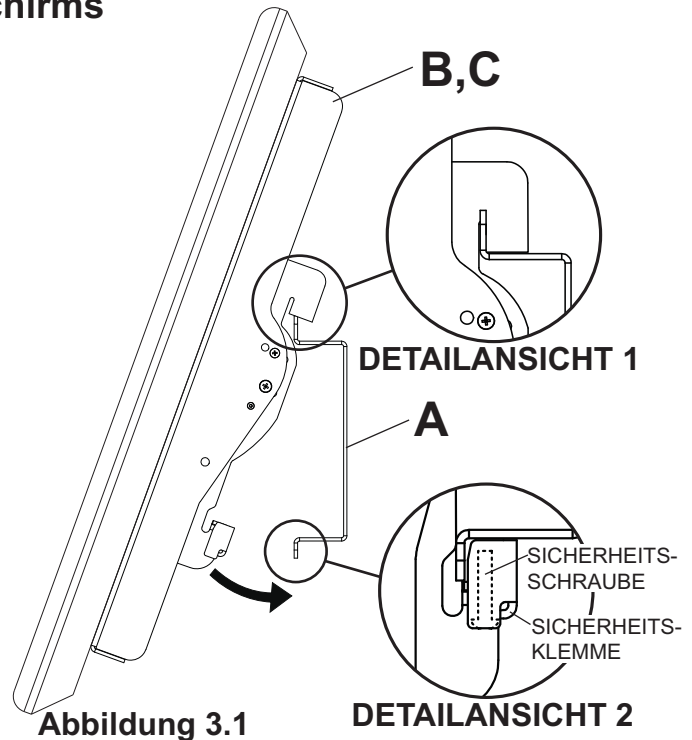

Abbildung 3.1
Anbringung des Bildschirms: Haken Sie die Kipphalterungen (B,C) an der Wandplatte (A) ein und schwenken Sie den Bildschirm wie in Abbildung 3.1 dargestellt nach innen. **HINWEIS:** Falls sich die Sicherheitsklemme nicht an der Wandplattenunterseite vorbeiführen lässt, lösen Sie die Sicherheitsschraube mit einem Inbusschlüssel (L). Die Haken der Kipphalterungen müssen ganz in die Wandplatte eingreifen wie in Detailansicht 1 dargestellt. Ziehen Sie die Sicherheitsschraube mit einem Inbusschlüssel (L) an, bis die Sicherheitsklemme fest an der Unterseite der Wandplatte anliegt.